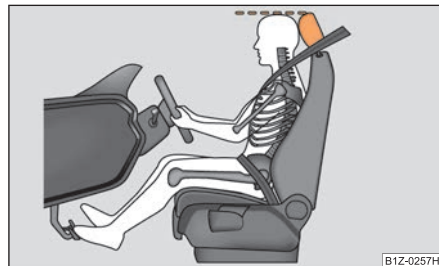

Fig. 169 El ajuste correcto del reposacabezas del conductor
- Ajuste el reposacabezas de tal modo, que el borde superior del mismo se encuentre de ser posible a la misma altura que la parte superior de su cabeza ⇒ fig. 169.
⇒ página 169, fig. 169.